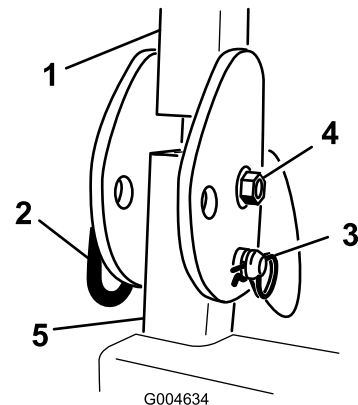

図 4
1. 保護バーについているヘアピンコッターを外して、ついてるピン (2本) を抜き取る (図 4)。
2. 保護バーを立て、ピン2本で固定し、ピンが外れないようにヘアピンコッターで固定する (図 4)。